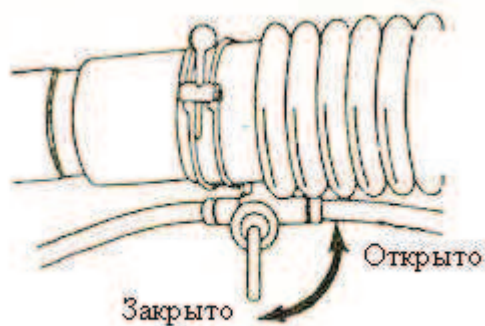

Рис. 8
1). При добавлении химикатов при работе бензинового опрыскивателя переключатель должен находиться в положении «Закрыто» (см. Рис. 8). При работе опылительная заслонка и топливный рычаг должны находиться в верхнем положении, в противном случае будет происходить выброс химикатов.